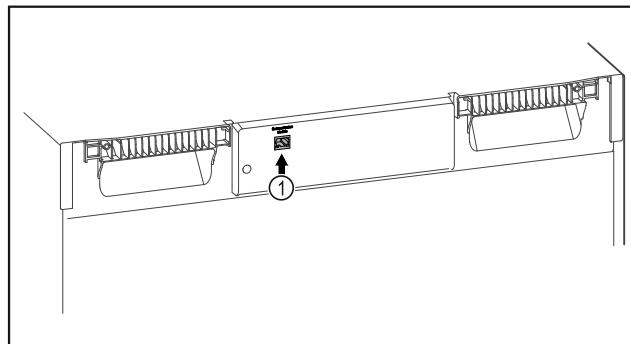

Fig. 105
SmartModule Fig. 105 (1) установлен.